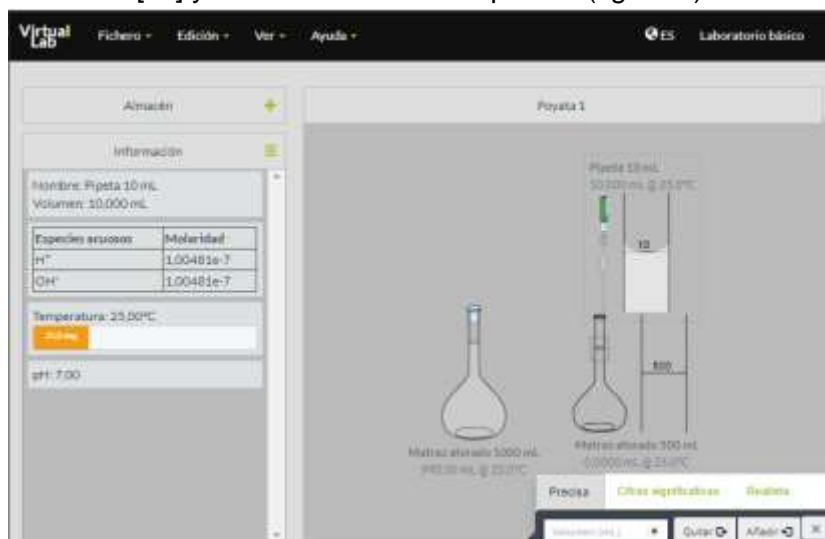

Figura 8. Simulador *Making stock solutions form solids*.
9. Elija un matraz volumétrico de 500 [ml] del **Almacén** y vierta los 10 [ml] de la disolución madre con ayuda de la pipeta. Para ello, coloque dicha pipeta sobre el matraz volumétrico de 500 [ml] y añada el volumen requerido (figura 8).